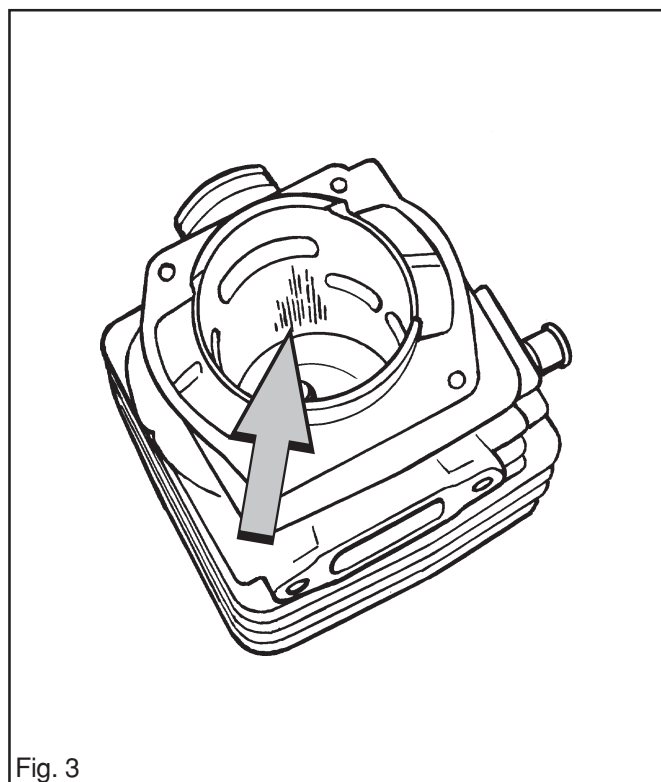

Fig. 3
1. Le revêtement de surface du cylindre ne doit pas être abîmé, particulièrement au niveau de la partie supérieure du cylindre. Voir la fig. 3.